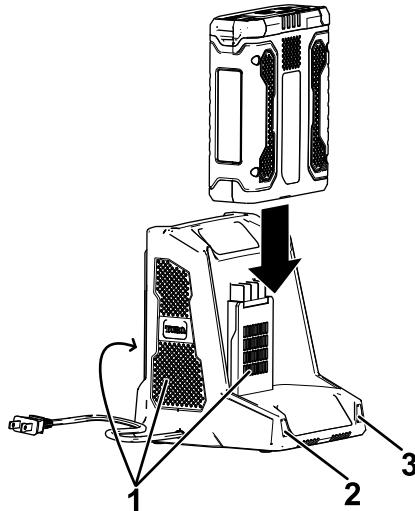

Bild 10
5. Schieben Sie das Akkupack in das Ladegerät, bis es einrastet (Bild 10).